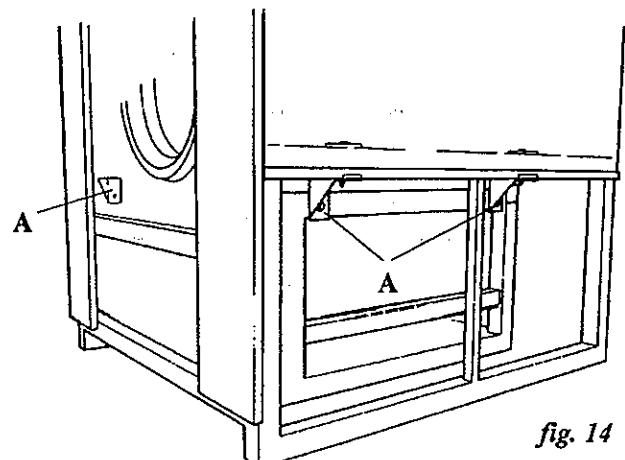

fig. 14
- Locate the four yellow fixing braces (*fig. 14/A*) and dismantle. To prevent the floating section movement during transit, the 8 holding screws are firmly tightened. Provide suitable tools.
- Localizar los cuatro ángulos de fijación de color amarillo (*fig. 14/A*) y desmontarlos. Para evitar el desplazamiento del chasis flotante durante el transporte, los 8 tornillos de fijación están fuertemente apretados. Proveerse de llaves adecuadas.
- Localiser les quatre angles de fixation jaunes (*fig. 14/A*) et les démonter. Pour éviter le déplacement du châssis suspendu durant le transport, les 8 vis de fixation sont fortement serrés. Prévoir des clés appropriés.